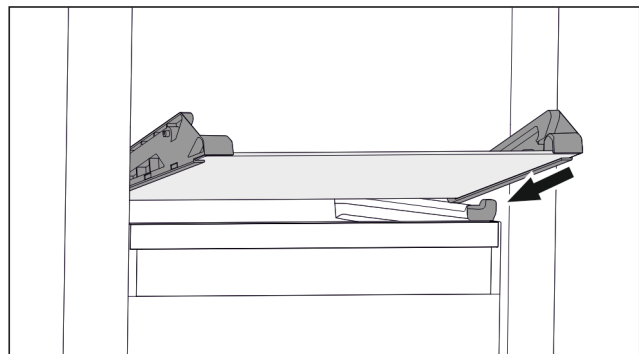

Fig. 29 Glasplatte des abklappbaren Schubfachs
- ▶ Glasplatte schräg hinter den Stoppern aufsetzen. (zie Fig. 29)